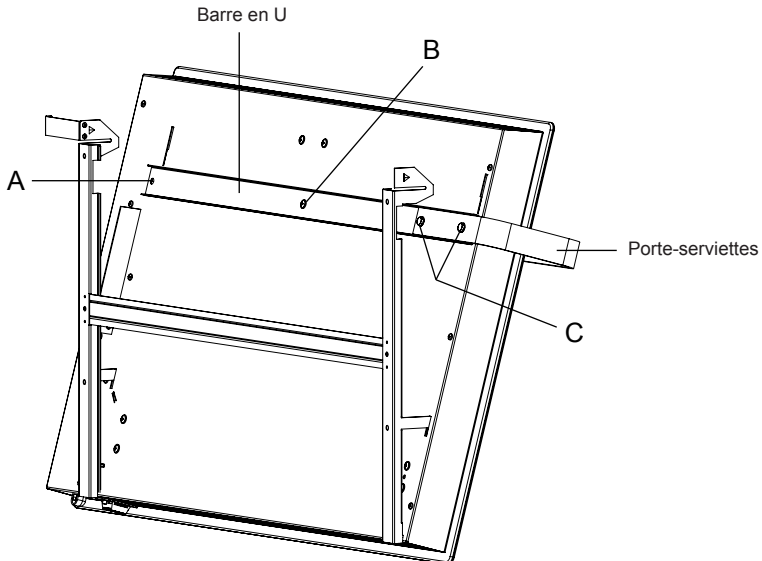

Fig. 3
- Glisser le porte-serviette dans la barre en U à présent montés (Fig. 3) et le fixer à l'aide des rondelles élastiques et des vis hexagonales "C".